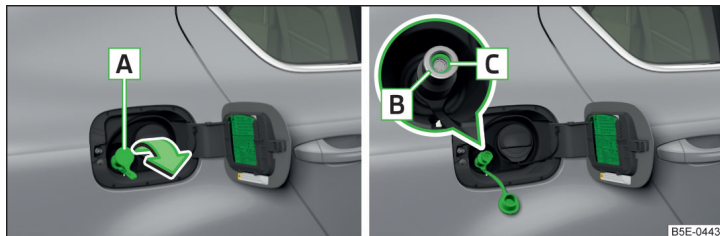

Fig. 192 Ștuțul de umplere cu GNC
- Scoateți capacul **A** » fig. 192 în sensul săgeții și aplicați cuplajul de umplere al stației de alimentare pe ștuțul de alimentare **B**.
- Verificați dacă inelul de etanșare **C** » fig. 192 nu a rămas cumva blocat în ștuțul de alimentare **B**. Dacă inelul de etanșare a alunecat pe cuplajul de umplere, acesta trebuie introdus la loc în ștuțul de umplere.